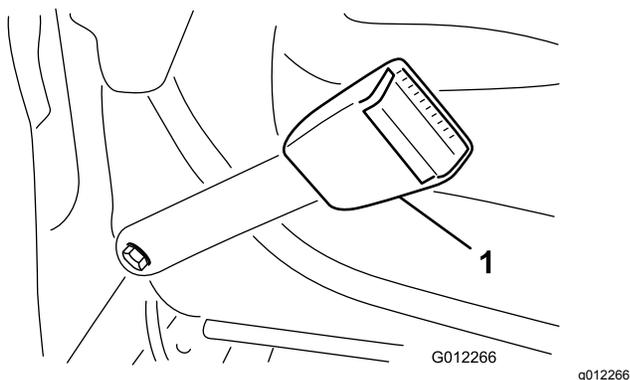

Рисунок 6
1. Установите конец каждой половины ремня, где находится замок, в отверстия спинки сиденья при помощи 2 болтов (7/16 x 1 дюйм), плоских шайб (7/16 дюйма) и стопорных шайб (7/16 дюйма) (Рисунок 6).